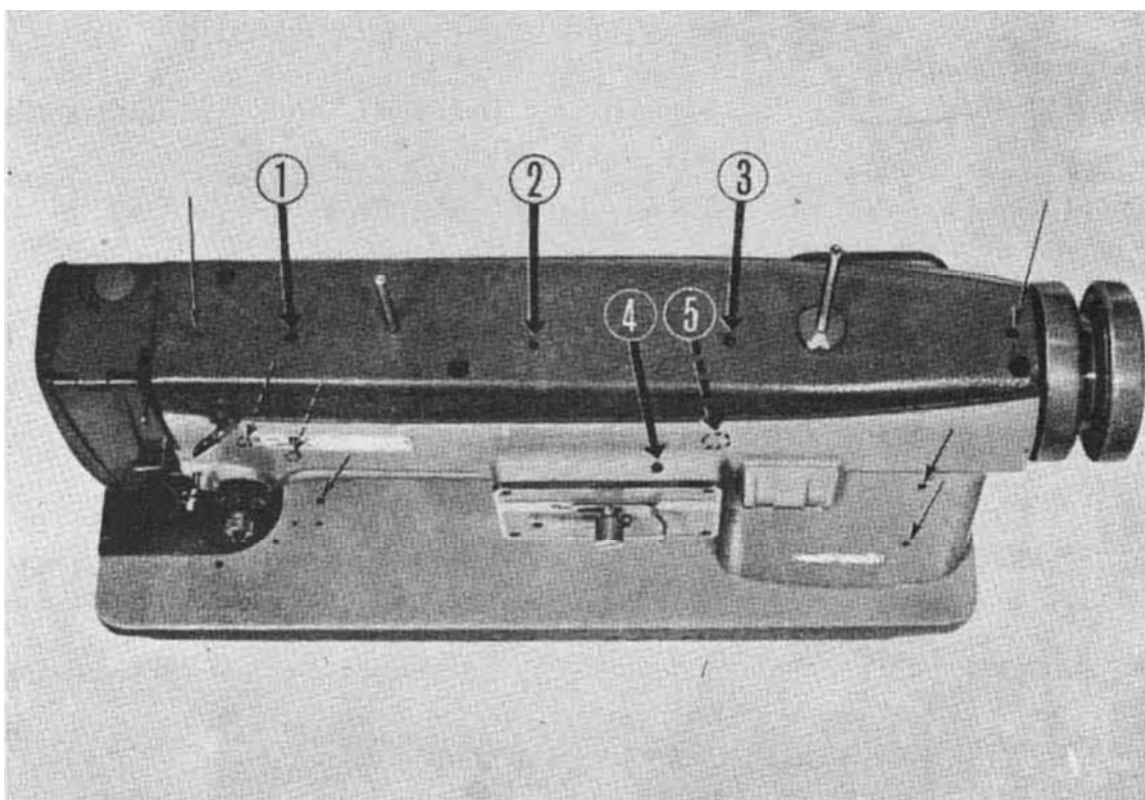

Рис. 5 Отверстия для смазывания
Смазывайте отверстия для смазывания, обозначенные красным цветом, 1 – 2 каплями масла ежедневно (рис. 5). Но в отверстия ① ② ③ ④ ⑤, обозначенные темно-красным цветом, добавляйте около 5 – 6 капель масла ежедневно. У данных отверстий имеются резервуары для масла, из которых масло подается ко всем важным деталям.